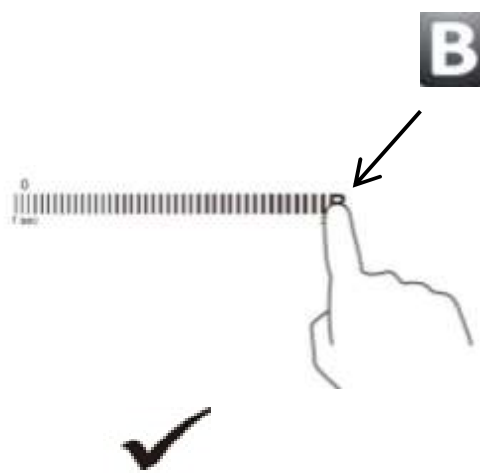

Рис. 2
- Для начала работы, нажмите кнопку выбора зоны и затем нажмите и удерживайте в течении 3 секунд кнопку «B» функции Flex zone + BBQ. (рис.2)